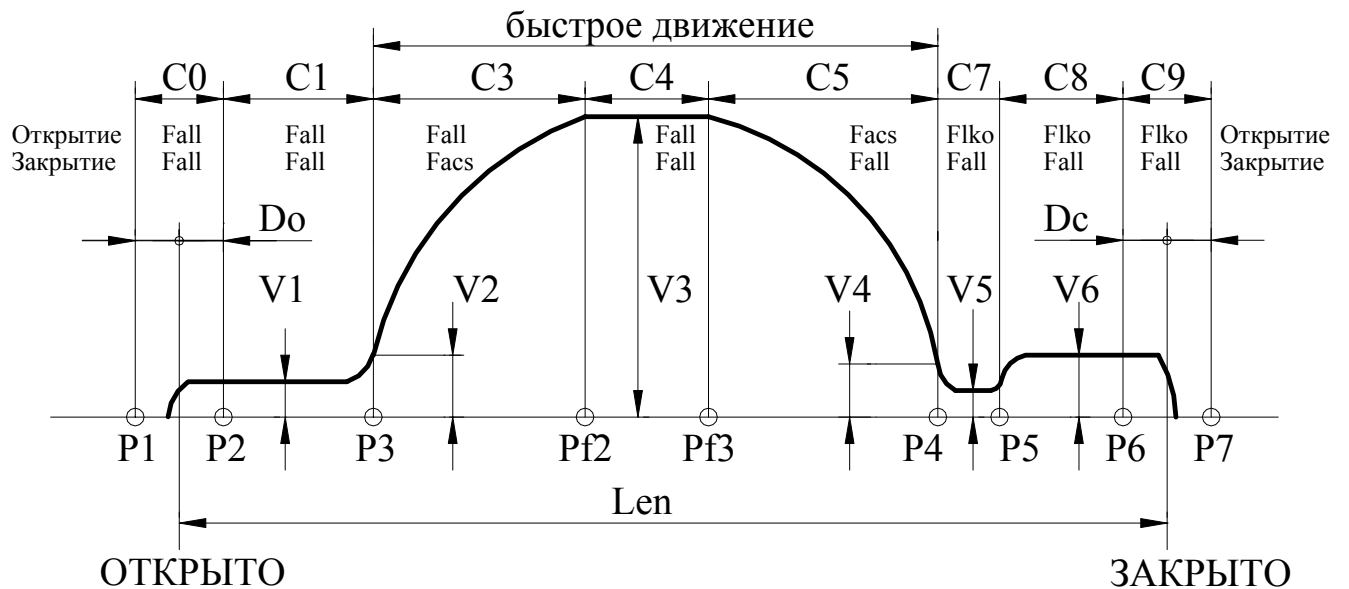

Рис.6. Траектория движения.
3.7.8.4. *Устройство* обрабатывает траекторию движения, показанную на **рис.6**, справа налево.
3.7.8.7. При **полном открытии**, когда *Устройство* определило наличие упора в зоне С0 (см. **рис.6**), размыкается СК ВКО. После этого *Устройство* переходит в режим одностороннего удержания.
- 3.7.9.4. *Устройство* обрабатывает траекторию движения, показанную на **рис.6**, слева направо.
- 3.7.9.7. При **полном закрытии**, когда *Устройство* определило наличие упора в зоне С9 (см. **рис.6**), размыкается СК ВКЗ. После этого *Устройство* переходит в режим одностороннего удержания.
- **E0L** – переезд зоны полного открытия (**С0**, **рис.6**) или полного закрытия (**С9**, **рис.6**). *Синхронизация* в этом случае выключается. Ошибка сбрасывается при смене кода направления вращения, но затем необходимо провести *синхронизацию* заново. При повторном неоднократном возникновении данной ошибки нужно провести **измерение проема**, если затем эта ошибка все равно будет возникать, необходимо проверить механику привода.
3.8.1. Рис.6, на котором показана траектория движения, отслеживаемая *Устройством*, поясняет назначение многих параметров, рассмотренных ниже. На рис.6 отображено также распределение сил на участках траектории отдельно при открытии и при закрытии (при переходе в режим удержания устанавливается соответствующая сила удержания).
- Если Var\_sl=1, то точка препятствия запоминается и происходит замедление скорости движения при подходе к точке препятствия до *Vbar*. При отсутствии препятствия в том же месте, дальнейшее движение происходит по кривой, указанной на **рис.6**.
3.8.5.14. **Номер D** – C\_vko (0-250, l=Ks мм) – дополнительное смещение точки **P2(рис.6)** для расширения диапазона удержания сигнала ВКО.
3.8.5.15. **Номер E** – C\_vkz (0-250, l=Ks мм) – дополнительное смещение точки **P6(рис.6)** для расширения диапазона удержания сигнала ВКЗ.